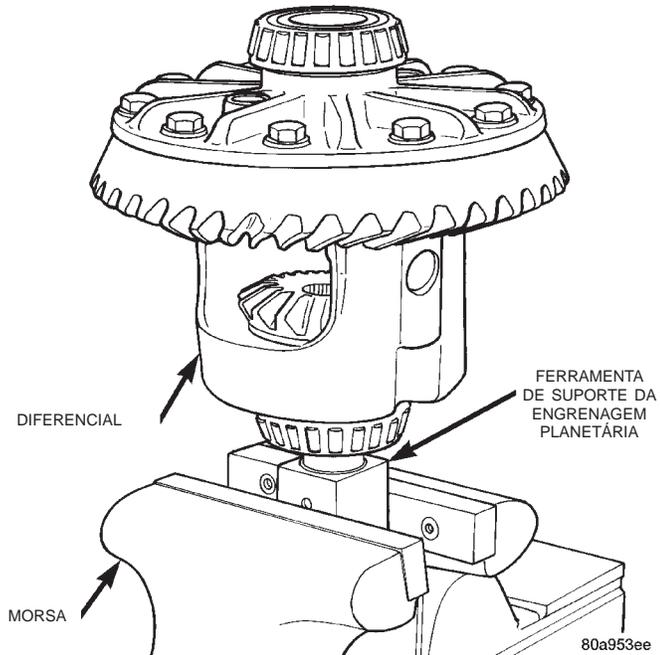

Fig. 55 Ferramenta de Suporte da Caixa do Diferencial
(1) Prenda a Ferramenta de Suporte da Engrenagem Planetária 8136 em uma morsa.
(2) Posicione a caixa do diferencial na Ferramenta de Suporte da Engrenagem Planetária 8136 (Fig. 55).